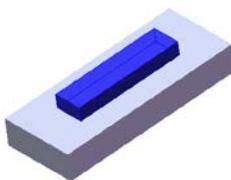
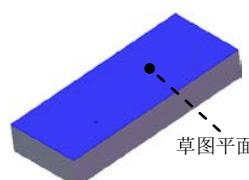

图 7.5 凸台一拉伸 2
图 7.6 草图平面
- (4) 单击 按钮，完成凸台一拉伸 1 的创建。
Step3. 创建图 7.5 所示的零件基础特征——凸台一拉伸 2。
- (1) 选择命令。选择下拉菜单 **插入(I)** → **凸台/基体(B)** → **拉伸(E)...** 命令(或单击“特征(F)”工具栏中的 按钮)。
- (2) 定义特征的横断面草图。
- ① 定义草图平面。选取图 7.6 所示的模型表面作为草图平面。